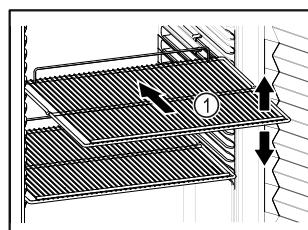

Fig. 55 Representación a modo de ejemplo
- Si los estantes Fig. 55 (1) se pueden mover, ajustarlos según la altura.